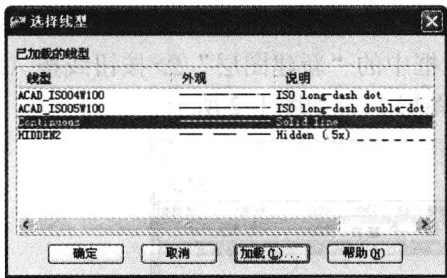
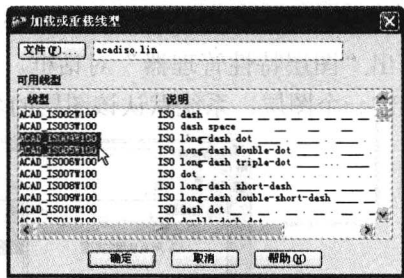

图 1-5 “选择线型”对话框
图 1-6 “加载或重载线型”对话框
7. 按照上述方法创建“边框”层、“标注”层、“粗实线”层、“点画线”层、“双点画线”层、“文字”层、“细实线”层和“虚线”层，并分别设置它们的颜色、线型和线宽。在设置点画线层、双点画线层、虚线层的线型时，单击图层的线型 Continuous 区域，弹出如图 1-5 所示的“选择线型”对话框。在默认情况下，该对话框中只有一种线型，即连续线型 Continuous。要设置非连续线型，单击对话框中的“加载”按钮，弹出如图 1-6 所示的“加载或重载线型”对话框。按住键盘上的〈Ctrl〉键，依次选择 ACAD_ISO04W100、ACAD_ISO05W100 和 HIDDEN2 三种线型，单击“确定”按钮，即可将三种非连续线型加载到“选择线型”对话框中。